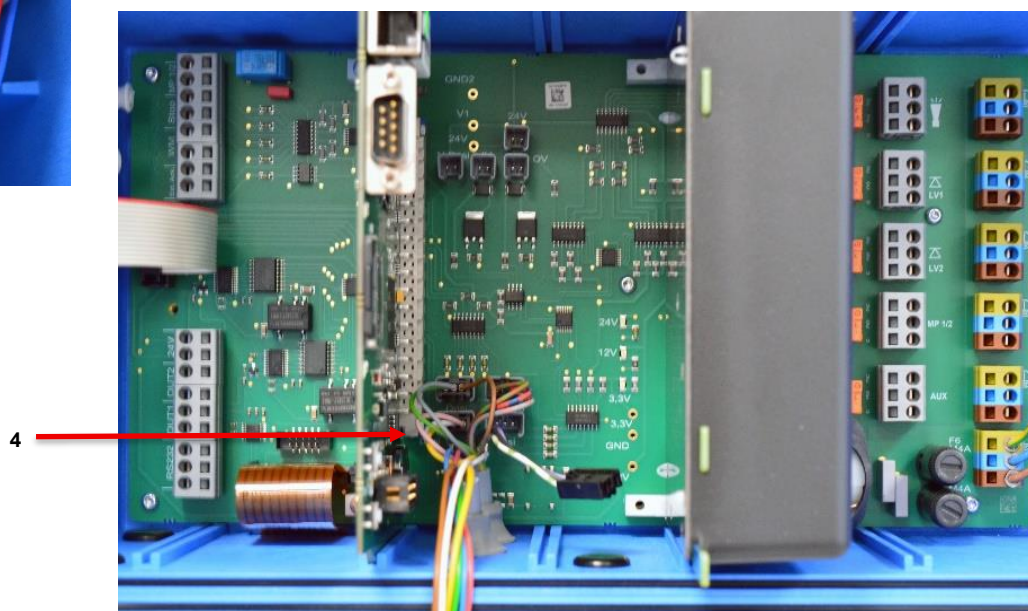

Figure 4
10. Procédez avec le câble bleu au niveau du raccordement de borne GND (2) du DosiClip exactement comme décrit au point 9.
12. Insérez le connecteur à 3 broches suspendu librement avec les couleurs de câbles **vert/marron, rouge/bleu, gris/orange** dans la prise en haut à droite (emplacement 4). (Figure 4)